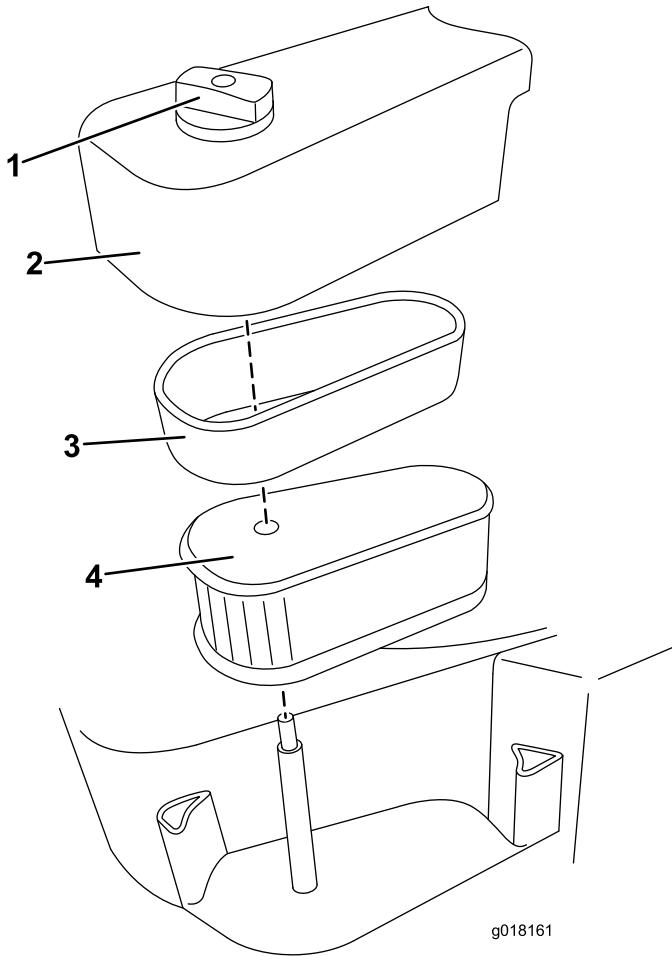

Figura 16
2. Desaperte o manípulo que prende a cobertura do filtro do ar (Figura 16).
4. Retire cuidadosamente o filtro de esponja e o cartucho em simultâneo, depois separe o filtro de esponja do cartucho (Figura 16).
7. Coloque a tampa (Figura 16).